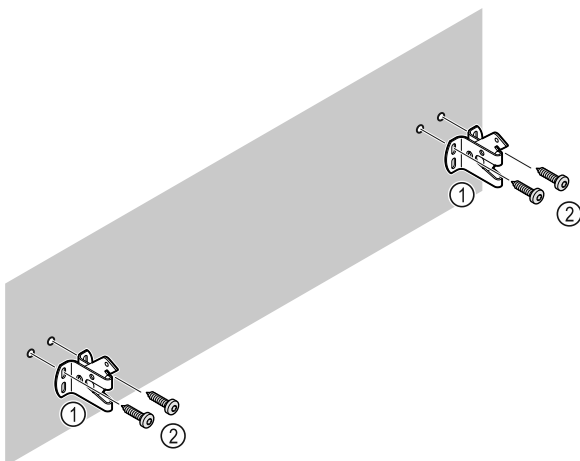

Fig. 11
Je nach Beschaffenheit der Wand (Holz, Beton) geeignetes Befestigungsmaterial (z. B. Dübel) und ausreichend Befestigungspunkte verwenden Fig. 11 (2).
- ▶ Sicherungshaken befestigen. Fig. 11 (1)